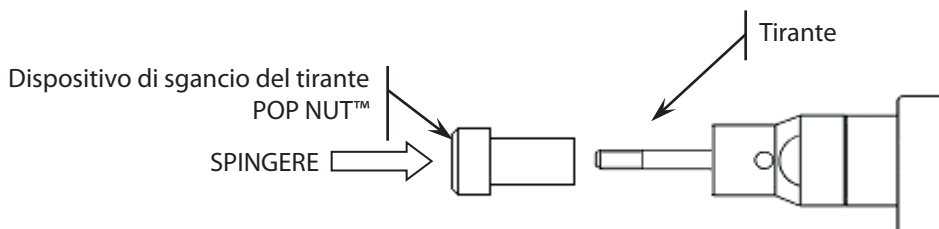

Figura 4. Dispositivo di sgancio del tirante POP NUT™
3. Rimuovere il nasello dalla tirainseriti allentando il dado di bloccaggio e svitandolo (Figura 4).